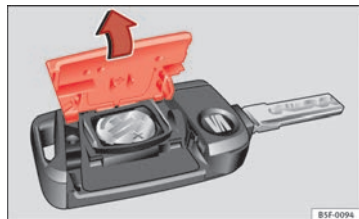

Fig. 46 Llave del vehículo: apertura de la tapa del compartimento para la pila.
- Retire la tapa en la parte trasera de la llave del vehículo ⇒ fig. 46 en la dirección de la flecha ⇒ ①.
- Coloque la tapa tal como se muestra ⇒ fig. 46 y presiónela en la carcasa de la llave del vehículo en sentido contrario a la flecha hasta que encaste.